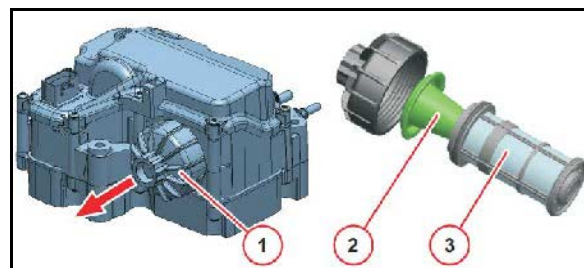

Fig. 160
2. Retirer la jauge à huile (Fig. 160/1) et la nettoyer avec un chiffon propre.
4. Ajuster le niveau en versant une huile recommandée dans l'ouverture (Fig. 160/2,3) si nécessaire.
5. Dévisser la vis de vidange d'huile (Fig. 160/4).